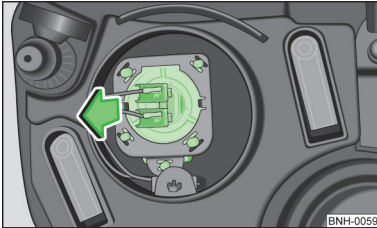

Abb. 169
- › Den Stecker mit der Glühlampe mit Wackelbewegungen in Pfeilrichtung herausziehen » Abb. 169.